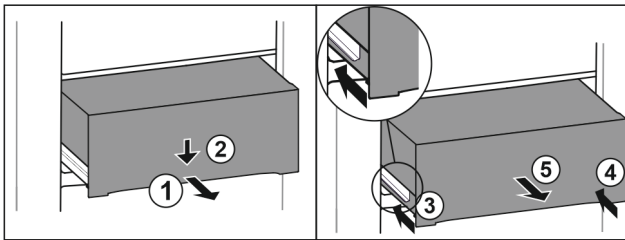

Fig. 113
- ▶ Вытяните выдвижной ящик наполовину. Fig. 113 (1)
- ▶ Вдавите выдвижной ящик в передней части вниз. Fig. 113 (2)
- ▶ Задвиньте левую направляющую прим. на 2 см. Fig. 113 (3)
- ▶ Задвиньте правую направляющую прим. на 2 см. Fig. 113 (4)
- ▶ Извлеките выдвижной ящик движением вперед. Fig. 113 (5)